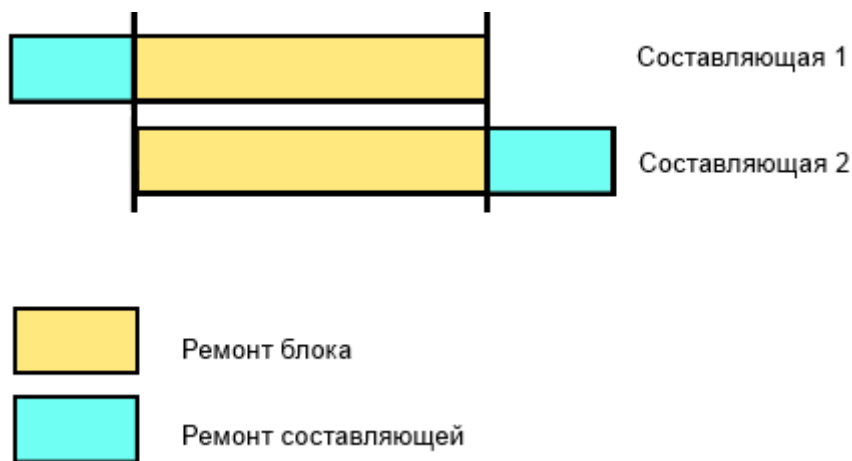

Рисунок 13.59 – Заявки на составляющие блока, сроки ремонта которых пересекаются со сроком ремонта блока
3) Заявки на несколько составляющих блока (относящихся к одному блоку), сроки ремонта которых пересекаются со сроком ремонта блока (Рисунок 13.59):